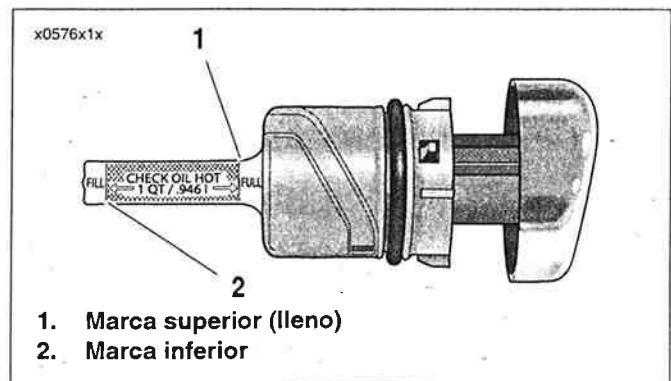

Figura 1-3. Verificación del nivel de aceite
3. Quite la tapa de llenado de aceite nuevamente y verifique el nivel de aceite en la varilla medidora. Vea la Figura 1-3. La varilla tiene dos marcas. Si el nivel está en la marca inferior (2) o debajo de ella, vierta solamente aceite suficiente para que el nivel quede entre las dos flechas de la varilla medidora. Reemplace la tapa de llenado.
4. Quite la tapa de llenado nuevamente y verifique el nivel de aceite tibio en la varilla medidora. Vea la Figura 1-3.